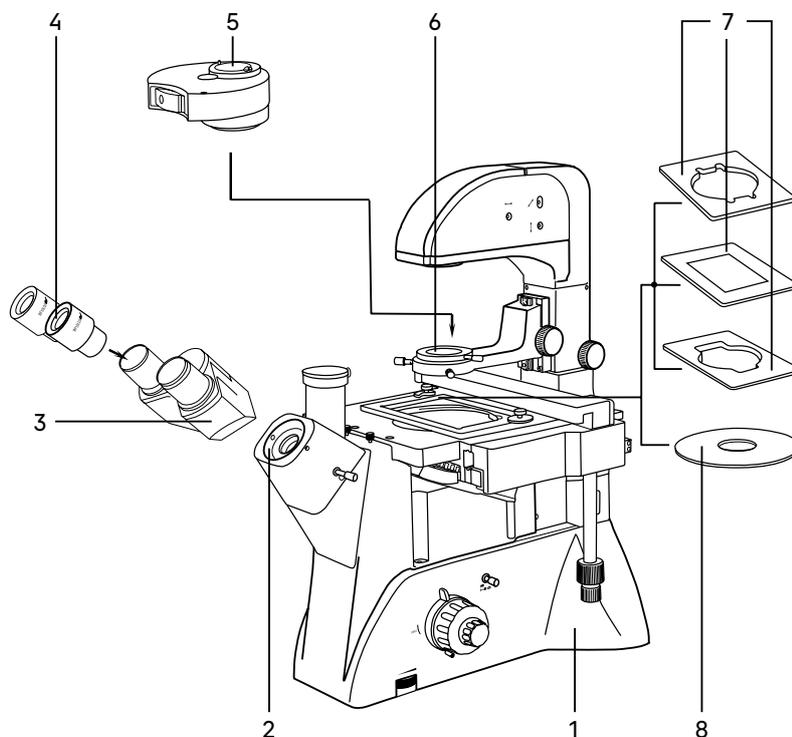

Рис. 3. Установка составных частей
Процесс установки (монтажа) показан на рис. 3.
7. Извлеките из упаковки конденсорное устройство 5 и поместите его в держатель конденсора 6. Разверните диск, как показано на рис. 3б. Зафиксируйте винтом.
Рис. 3б. Установка конденсорного устройства